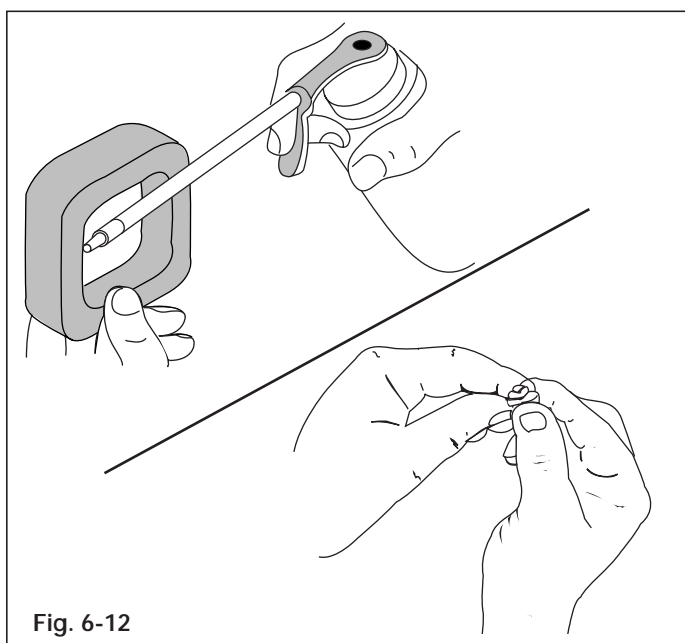

Fig. 6-12
4. Appliquez une quantité suffisante d'huile moteur propre SAE 30 pour enduire légèrement le filtre (Fig. 6-12).
5. Pressez le filtre pour répandre et drainer l'excédent d'huile (Fig. 6-12).